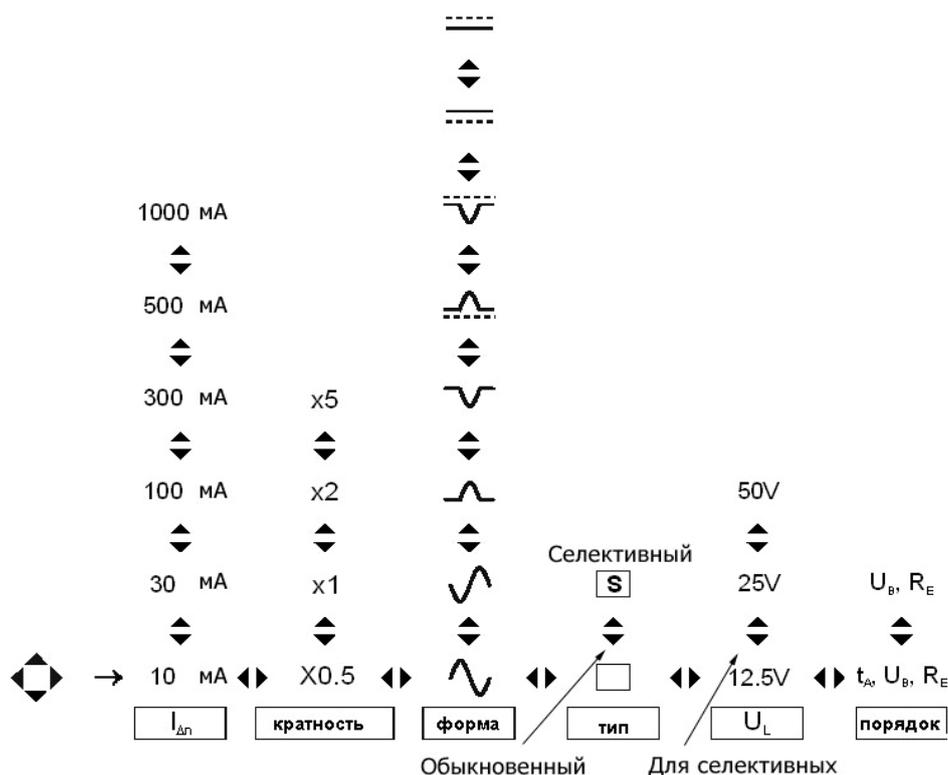

Рис.19. Отображение параметров измерения  $t_A$
- выставить параметры измерения согласно алгоритму, показанному на Рис.19;